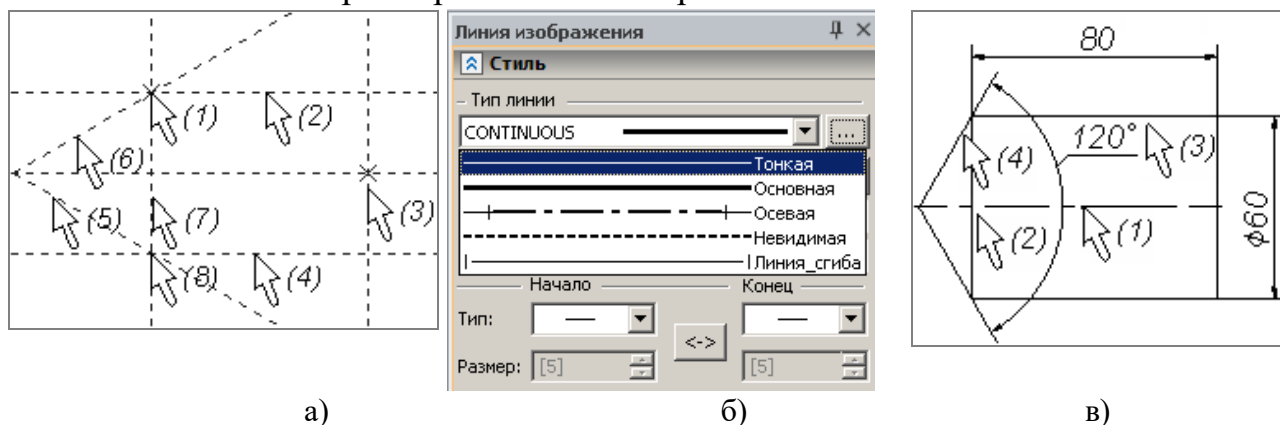

Рисунок 7 – Порядок создания линий изображения
Порядок построения: вызвать команду « Изображение». По умолчанию в команде установлен тип линии «Основная», эта информация отображена на системной панели (смотри рисунок 1). Далее выбрать узел, с которого начнется создание изображения (1) (рисунок 7а), затем подвести курсор мыши к линии построения, дождаться изменения изображения курсора мыши и цвета линии построения, нажать левую клавишу мыши. При этом линия изображения начинает двигаться по линии построения. После этого последовательно указывать курсором на линии построения (2)-(7), на которых необходимо расположить линии изображения. Для завершения команды нужно указать на узел, которым закончится линия изображения (8), и нажать правую клавишу мыши. Затем с помощью кнопки «» на системной панели установить тип линии «Осевая» (рисунок 7б) и вычертить ось (1) (рисунок 7в). Полученный чертеж имеет произвольные размеры, так как при построениях не задавались точные значения параметров линий построения.
2.1.8 Для изменения параметров чертежа до размеров, показанных на рисунке 7, в), выполните редактирование линий построения. Порядок построения: при пустом автоменю, подвести курсор мыши к редактируемой линии построения, дождаться когда линия построения подсветится, нажать левую клавишу мыши, задать в окне свойств линии построения необходимый параметр и нажать левую клавишу мыши или кнопку «Enter» на клавиатуре. Если в режиме редактирования в автоменю установить режим динамического пересчета модели «», то чертеж в процессе редактирования будет динамически изменяться. Для вертикальной прямой (2) (рисунок 7в) значение расстояния равно 80 мм, для горизонтальной (3) – 30 мм, для наклонной прямой (4) значение угла наклона – 60° . Полученный файл сохранить с именем «рис_1», при этом размеры на чертеже не проставлять.